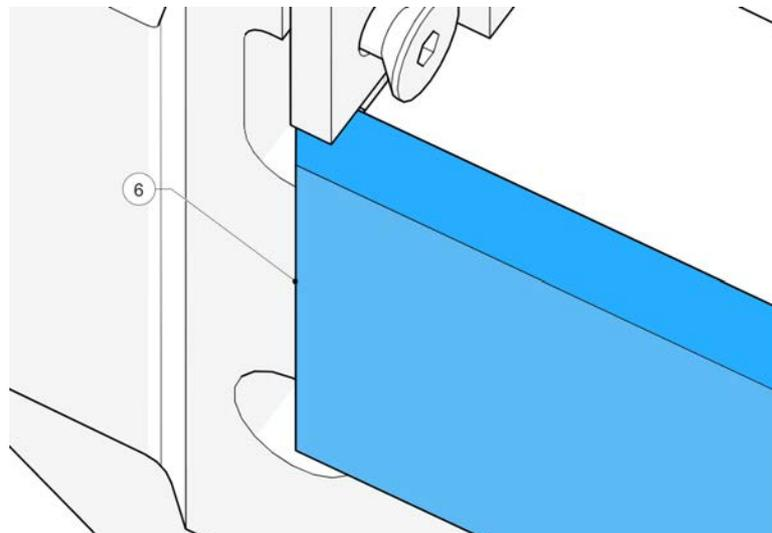

Figure 66 - Enclume dans le siège vertical
16. Poussez l'enclume dans le siège, sous l'enclume latérale (6, Figure 66).